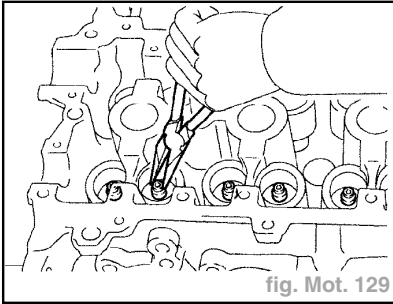

fig. Mot. 129
- Déposer à l'aide d'une pince, le joint de queue de soupape (fig. Mot. 129).